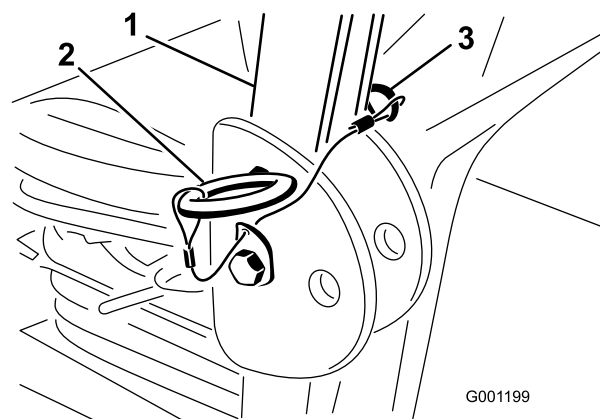

Figura 30
1. Per abbassare il roll bar rimuovete le coppiglie e le due spine (Figura 30).
3. Montate le due spine e fissatele con le spine delle coppiglie (Figura 30).
4. Per alzare il roll bar togliete le spine delle coppiglie e le due spine (Figura 30).
5. Alzate completamente il roll bar e montate le due spine, quindi fissatele con le spine delle coppiglie (Figura 30).